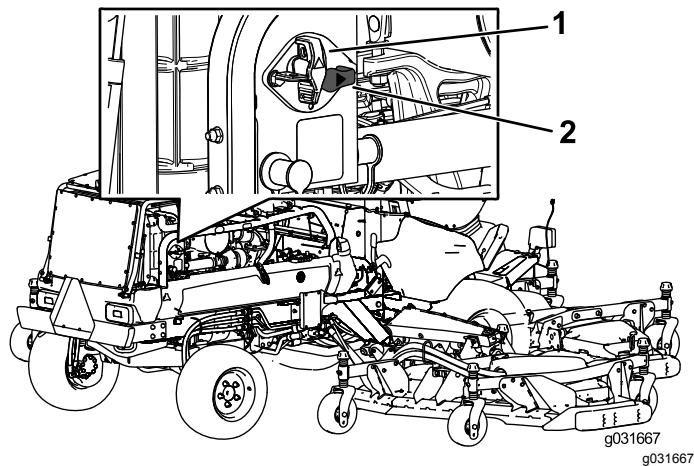

Figura 71
- Para energizar a máquina eletricamente, rode o interruptor de desligar a bateria no sentido dos ponteiros do relógio para a posição LIGAR (Figura 71).
- Para não energizar a máquina eletricamente, rode o interruptor de desligar a bateria no sentido contrário ao dos ponteiros do relógio para a posição DESLIGAR (Figura 71).